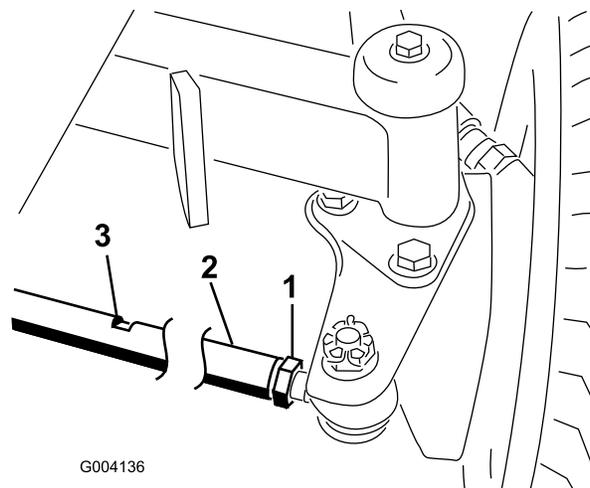

Рисунок 91
2. Ослабьте контргайку с каждой стороны стяжной тяги (**Рисунок 91**).